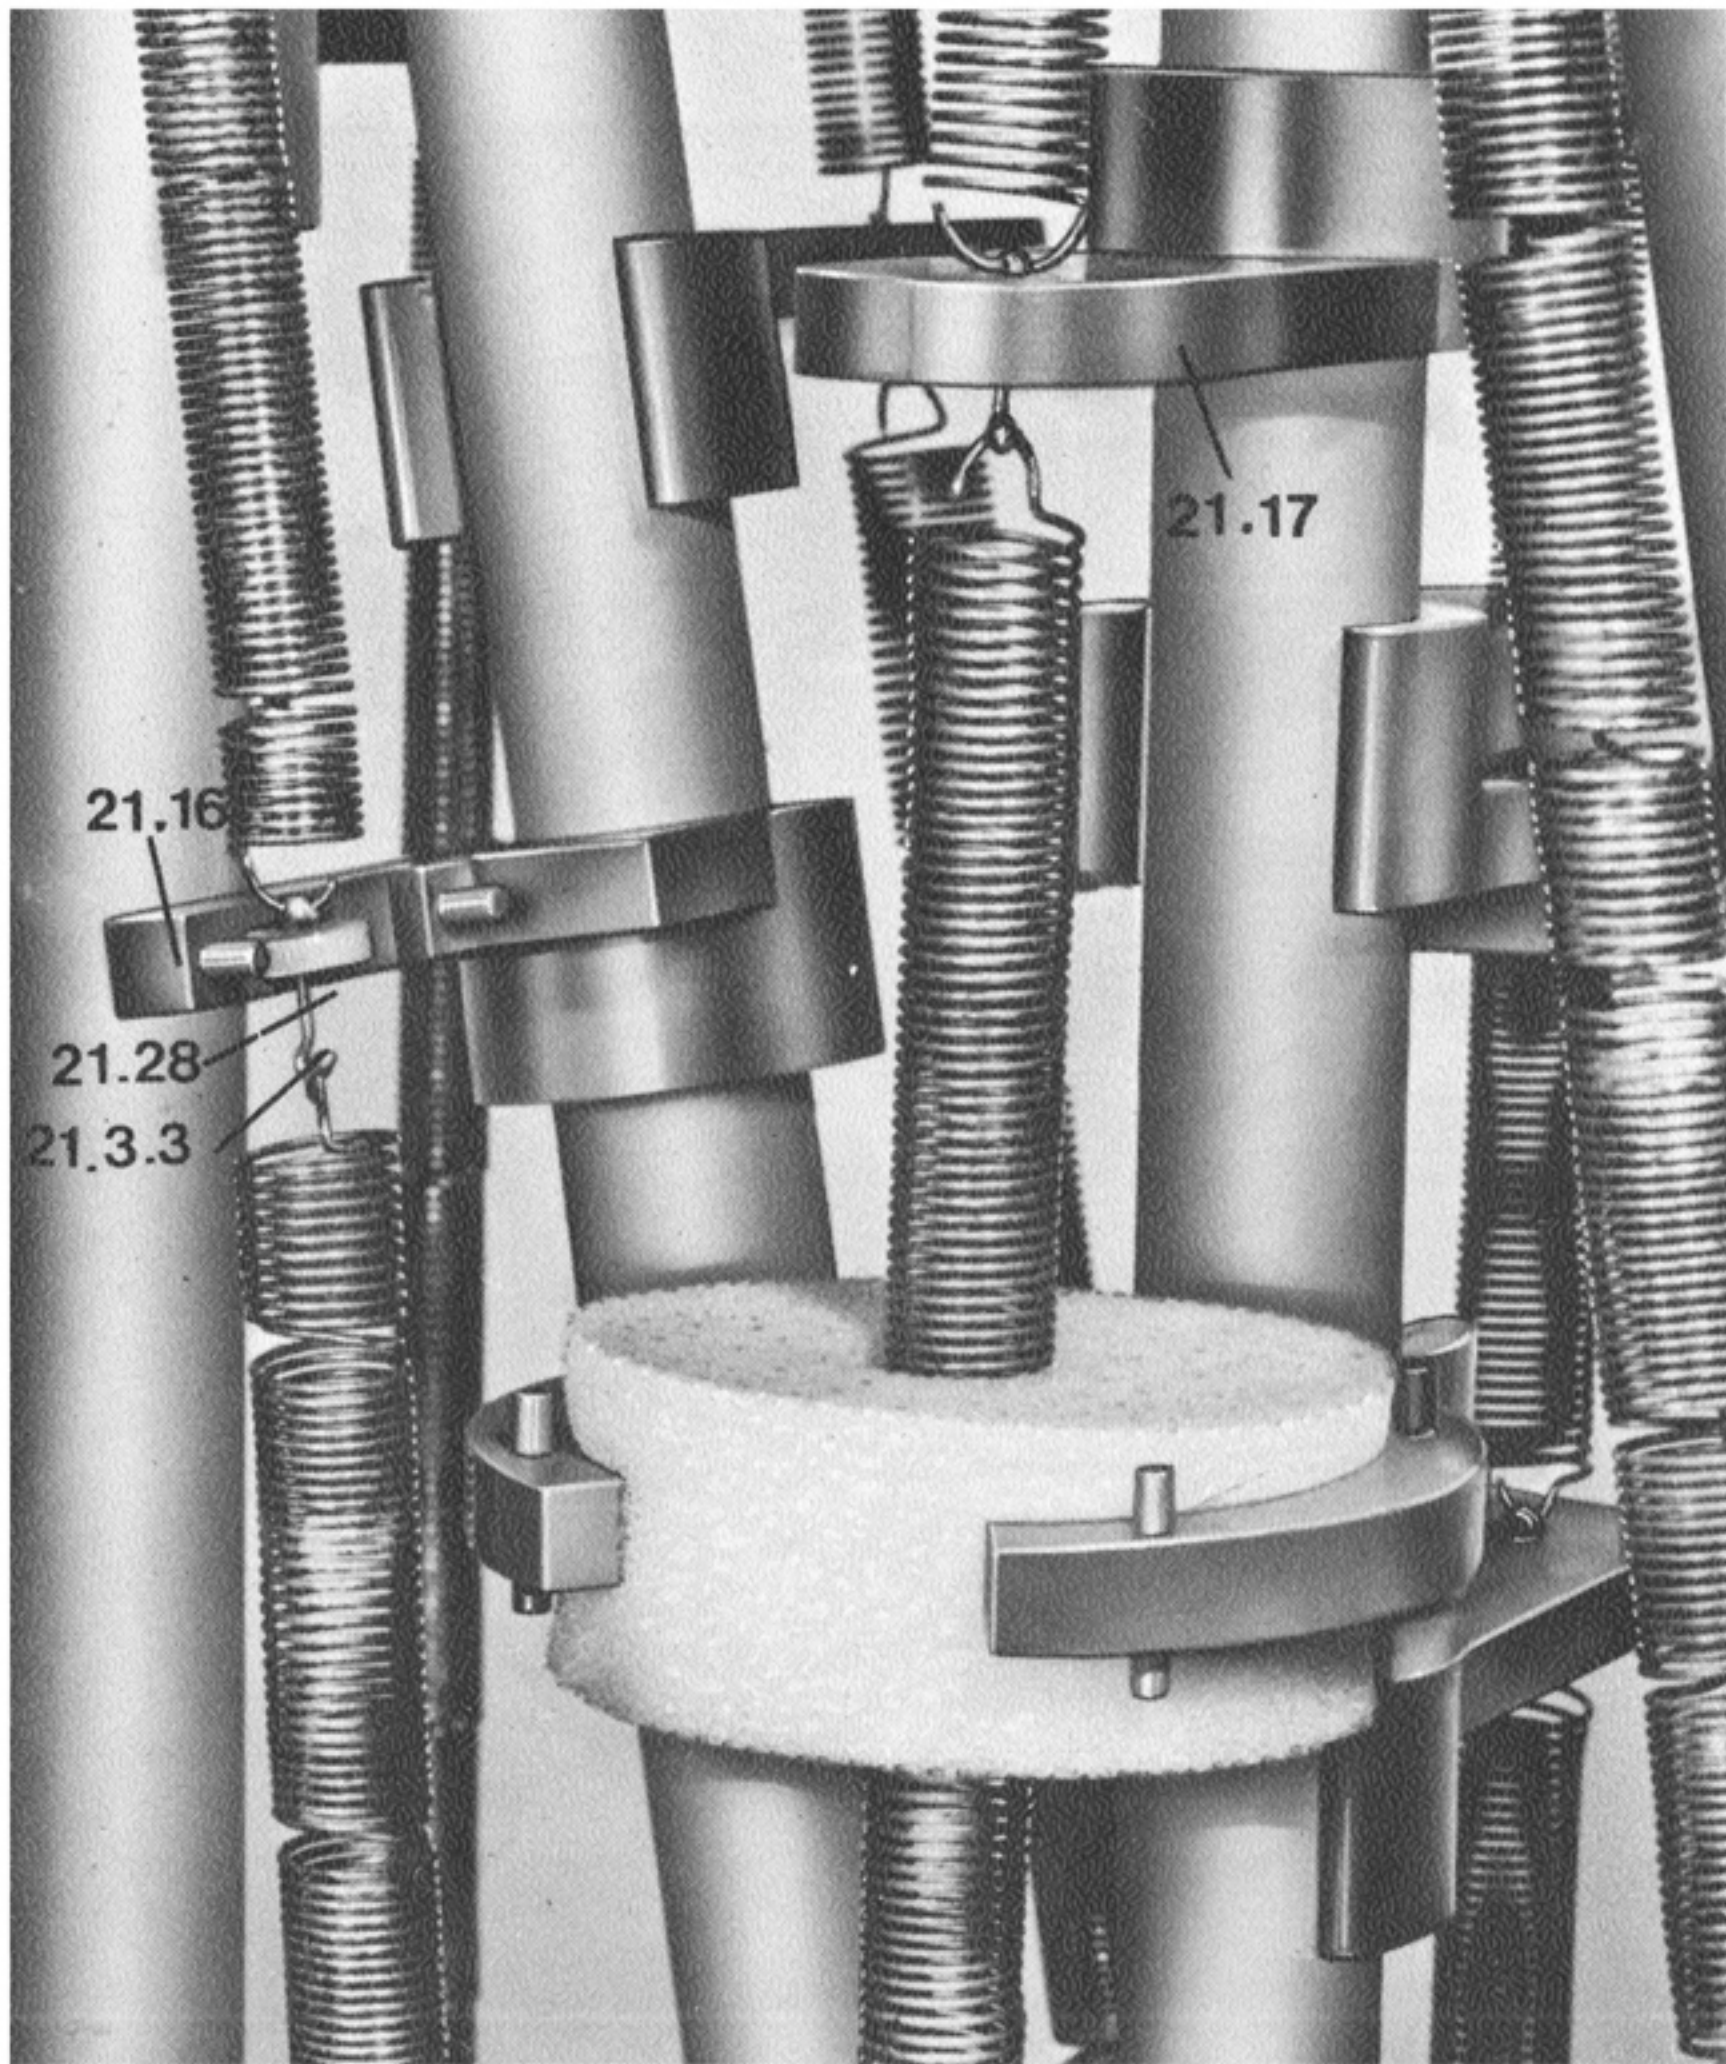

Abb. 8
- 8.1.3 daß die Federn nicht an den Halterungen anliegen (siehe Abb. 8).
- 8.1.3 the springs should not touch the supports (see fig. 8).